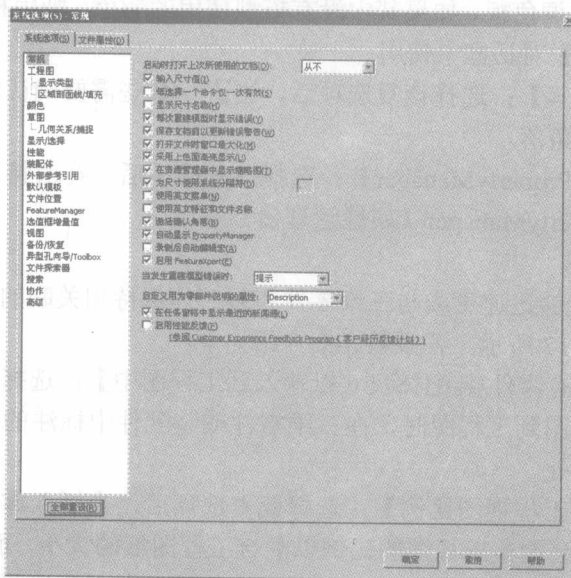

图 1-16 【系统选项(S)-常规】对话框
在【工具】主菜单中选取【选项】选项，打开如图 1-16 所示的【系统选项(S)-常规】对话框，其中包括【系统选项】和【文件属性】两个选项卡。
在如图 1-16 所示的【系统选项 (S) - 常规】对话框中激活【系统选项】选项卡, 需要对其中常用的几个参数进行配置, 具体介绍如下。